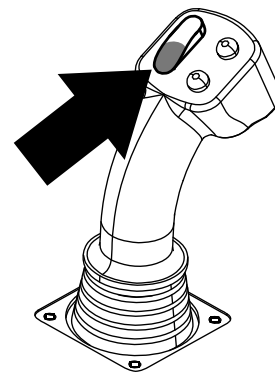
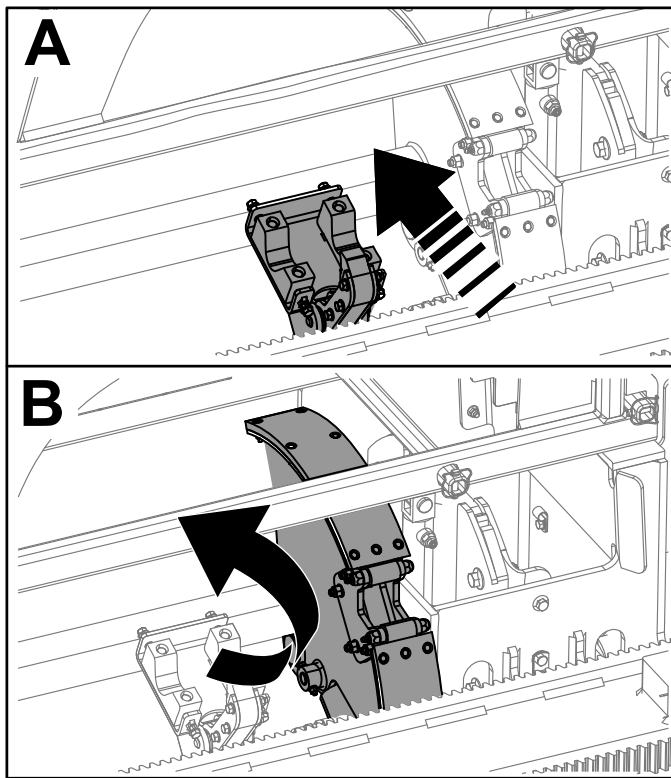

Figura 39
Figura 40
11. Pressione a parte inferior do seletor basculante (Figura 39) até que os braços do carregador sejam rotacionados de volta e o conjunto do came retorne à posição inicial (fileira 4) (Figura 40).